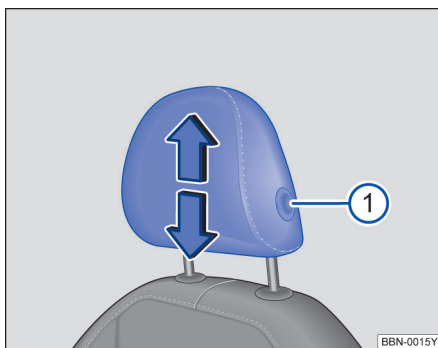

图 37 调整前排头枕
- 按住按钮→图 37①，同时沿箭头方向上推或下压头枕即可将头枕调整至合适高度→⚠️。